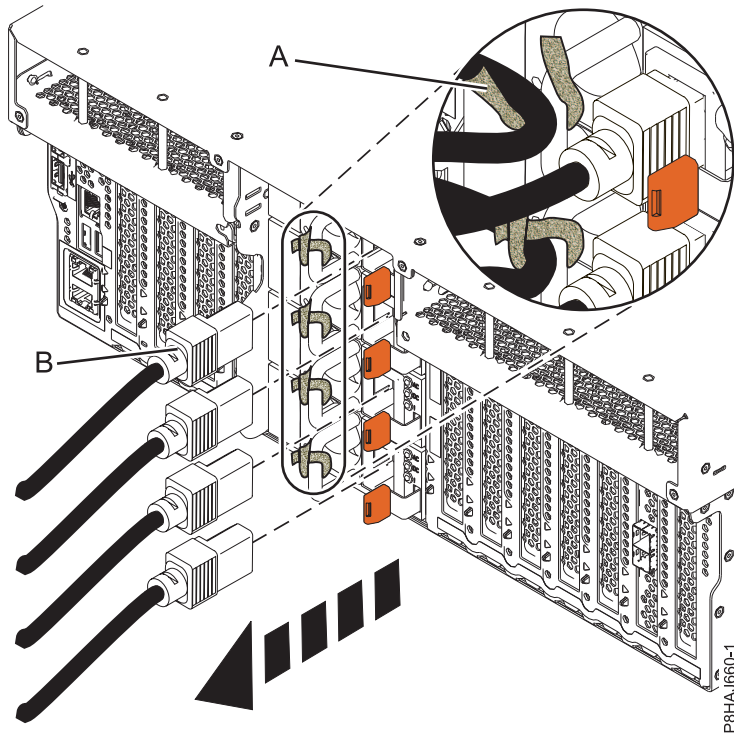
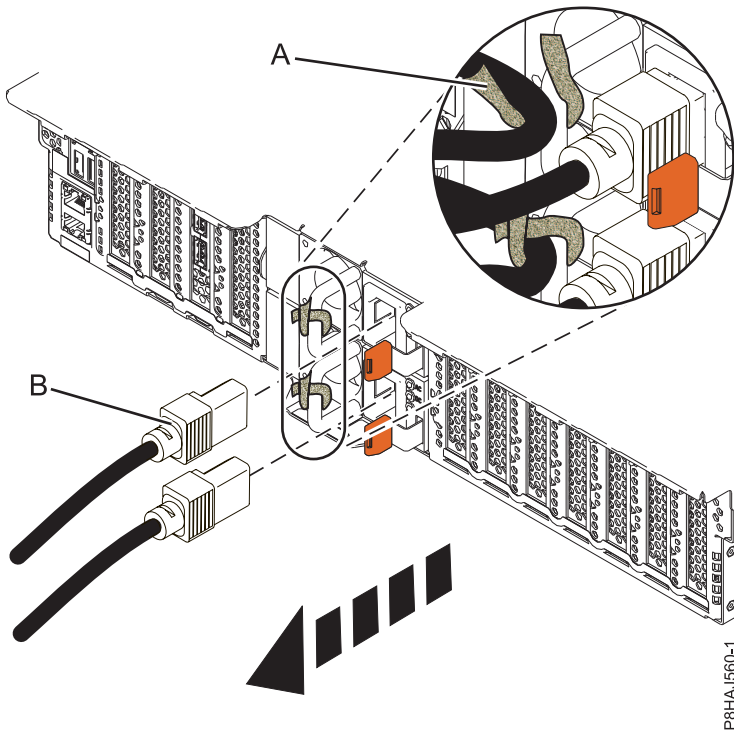
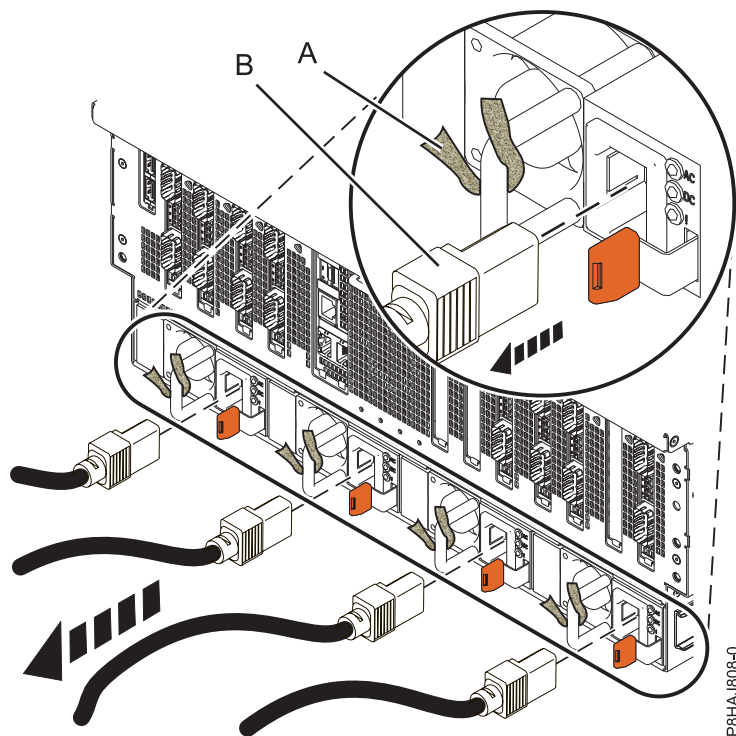

Figura 16. Extracción de los cables de alimentación de un sistema 8247-42L, 8286-41A o 8286-42A
Figura 17. Extracción de los cables de alimentación de un sistema 5148-21L, 5148-22L, 8247-21L, 8247-22L, 8284-21A o 8284-22A
Figura 18. Extracción de los cables de alimentación de un sistema 8408-44E o 8408-E8E
3. Desconecte los cables de alimentación (**B**) de la unidad del sistema. Consulte la Figura 16 en la página 40, la Figura 17 en la página 40 o la Figura 18 en la página 41 según el tipo de sistema.